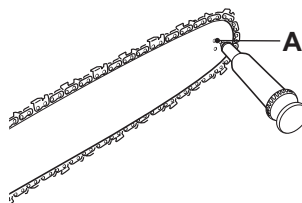

Fig. 36
- > Procurez-vous un pistolet de graissage jetable; insérez la pointe dans le trou de graissage (Fig. 36, A) et injectez l'huile jusqu'à ce qu'elle déborde du trou du pignon [5] (Fig. 36).